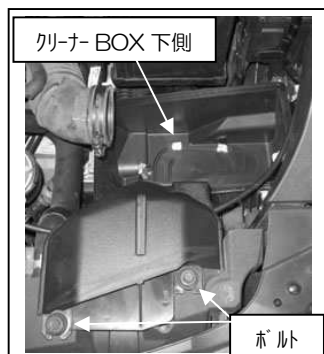

図 2
- ②ダクト部のボルトを外し、ダクトごとクリーナーBOX 下側を外します。図 2 参照